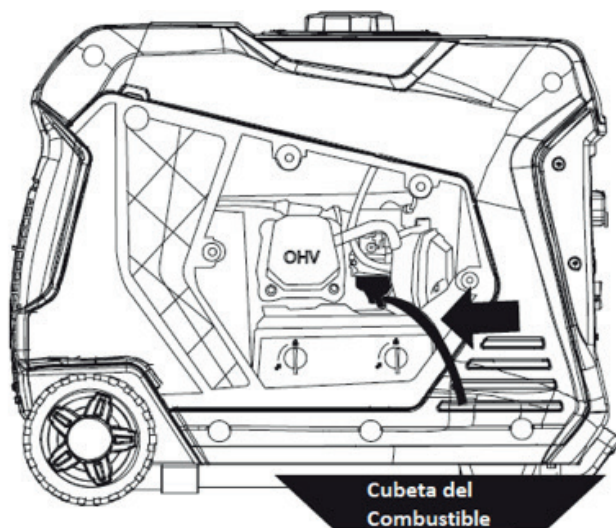

Figura 16: Manguera de Drenado de Combustible
2. Ubique la manguera de plástico transparente del flotador que se extiende a través del fondo del inversor, tire esa manguera hacia afuera del cuerpo y ubíquela en un contenedor adecuado abajo para atrapar el combustible drenado (ver Figura 16).